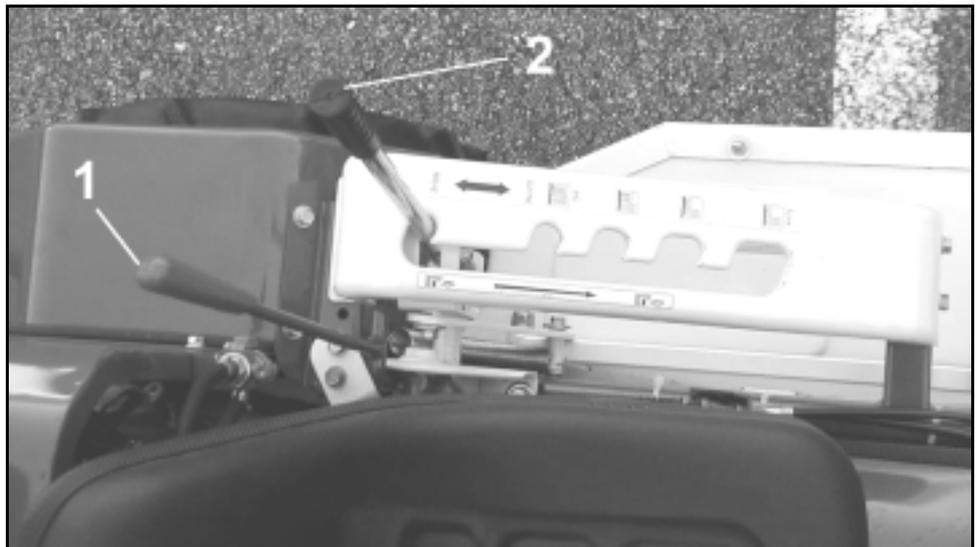

Figure 5
### LEVIER DE REGLAGE DE LA HAUTEUR DE COUPE (FIGURE 5)
La position la plus haute du levier (1) correspond à la position transport. Vous pouvez régler la hauteur de coupe sur quatre positions, plus le levier est bas plus la coupe de l'herbe est basse (figure 5).
### LEVIER D'EMBRAYAGE DE LA COUPE (FIGURE 5)